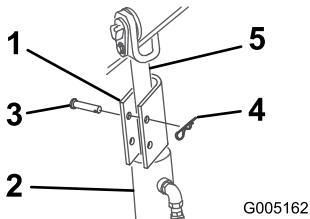

Рисунок 16
- Опустите замок гидроцилиндра на шток каждого гидроцилиндра подъемного устройства (Рисунок 16).
- Закрепите каждый замок гидроцилиндра при помощи шплинтуемого штифта и шплинта (Рисунок 16).